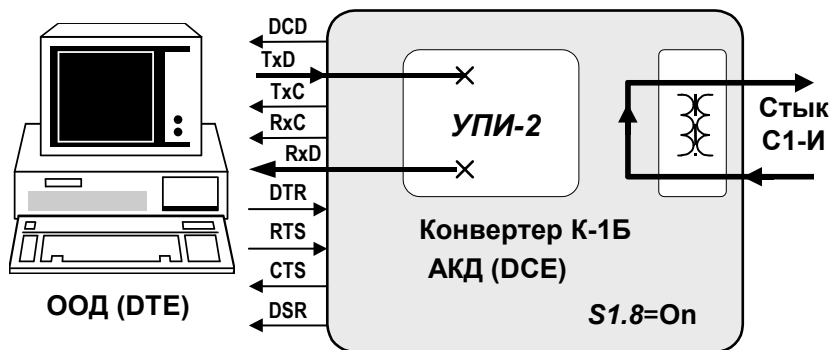

Рис. 14 Проверка *Цифровой шлейф (DL)* для АКД (DCE)
5.2.3.1 Цифровой шлейф (DL) для АКД (DCE)
Рис. 14 иллюстрирует принцип проверки *Цифровой шлейф (DL)*, если конвертер находится в режиме АКД (DCE) устройства. Следует заметить, что *проверка DL возможна только при синхронизации оборудования со стыком С1-И от одного генератора, т.е. одна стойка является ведущей, а вторая – ведомой (см.стр.32).*